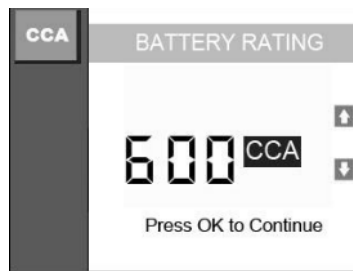

Рис. 9.4
7. Например, выбрать ток холодного пуска CCA в списке и нажать кнопку **OK** для продолжения. Затем на экране отображается надпись, как показано на рис. 9.4. Нажать кнопку прокрутки **UP/ DOWN** для увеличения или снижения стандартного значения CCA на 20 единиц, затем нажать кнопку **OK** для подтверждения.